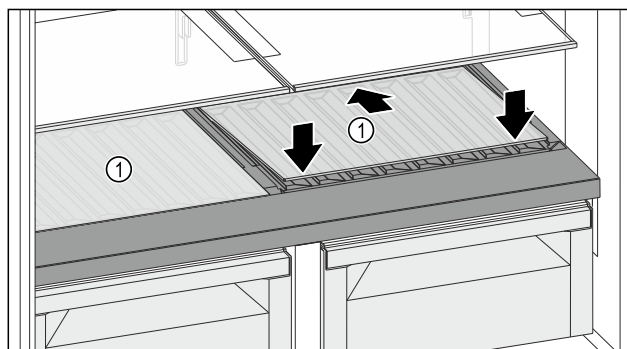

Fig. 124
- Поставете стъклената плоча Fig. 124 (1) косо и наклонена назад надолу.
- Спуснете стъклената плоча Fig. 124 (1) отпред.